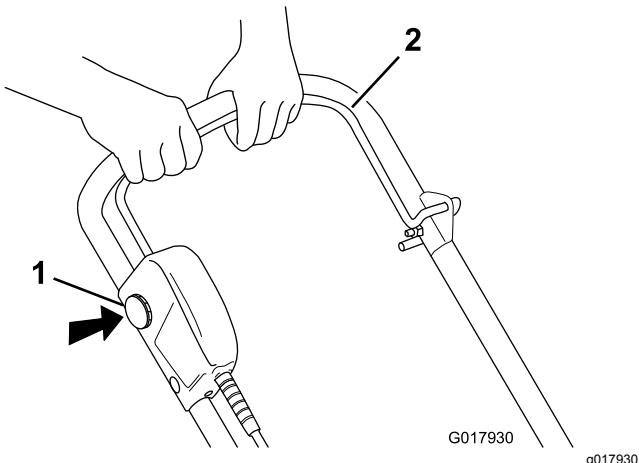

Bild 10
1. Stecken Sie zum Anlassen des Motors den Sicherheitsschlüssel ein, halten Sie den Sicherheitsschalter gedrückt und drücken Sie den Schaltbügel zum Bügel (Bild 10).